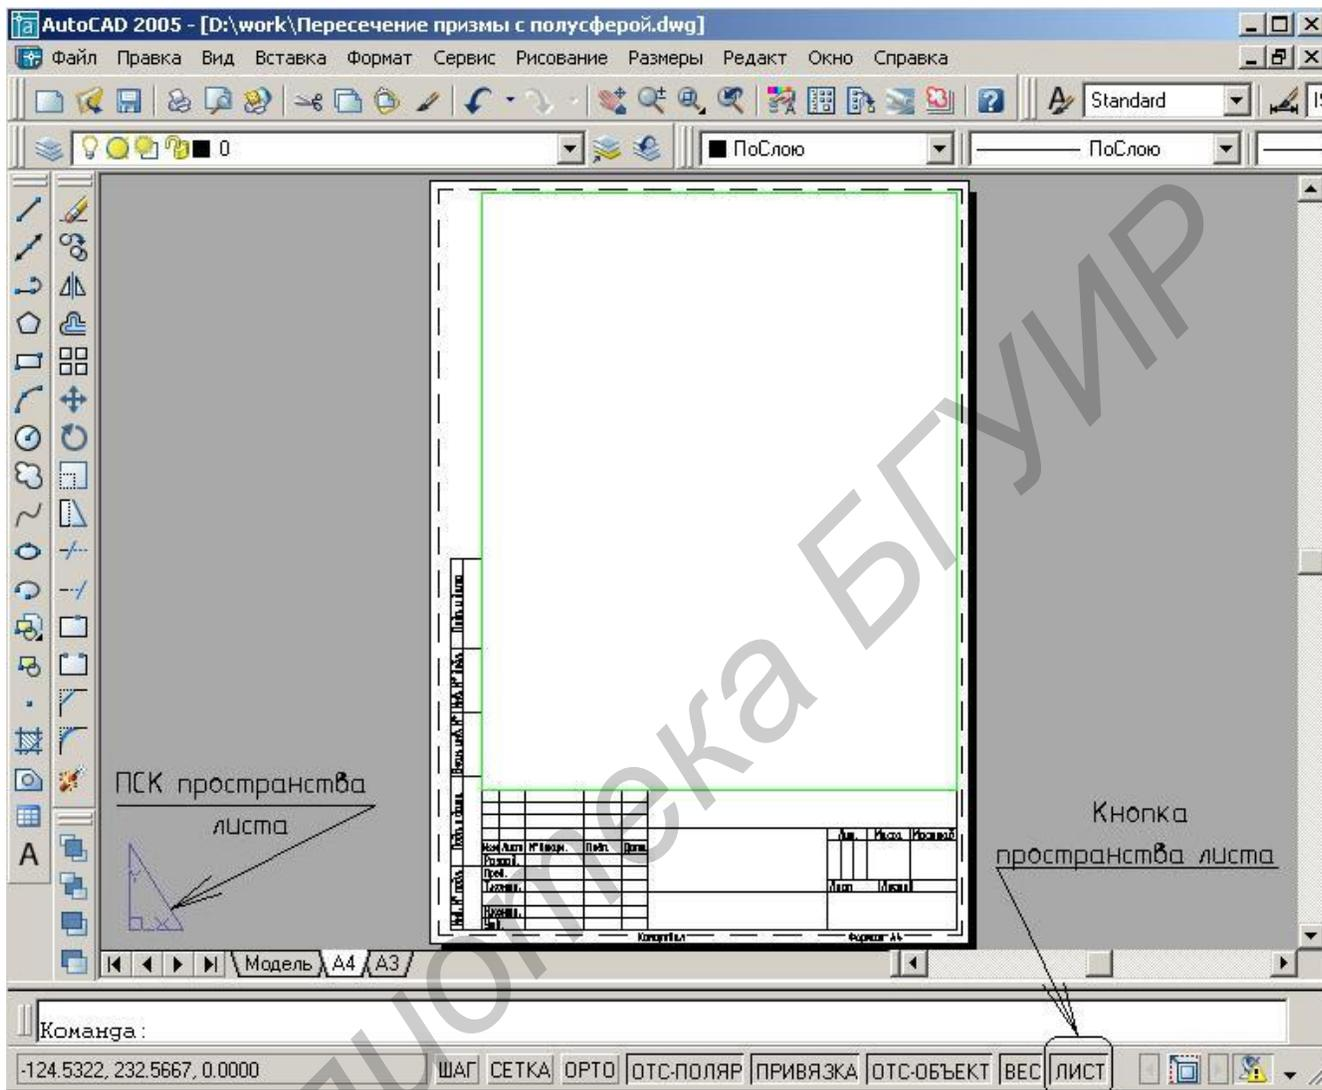

Рис. 5. Пространство листа (формат А4)
**Результат:** на экране отобразится страница заданного формата (рис. 5 и 6). Прерывистой линией показана область печати. Изображение, выходящее за эти границы, не будет выведено на печать из-за ограничения принтера. На данном этапе в настройках листов А4 и А3 не выбран какой-либо конкретный принтер, поэтому на прерывистую линию области печати можно не обращать внимания. В левом нижнем углу размещена пиктограмма ПСК, которая в пространстве листа